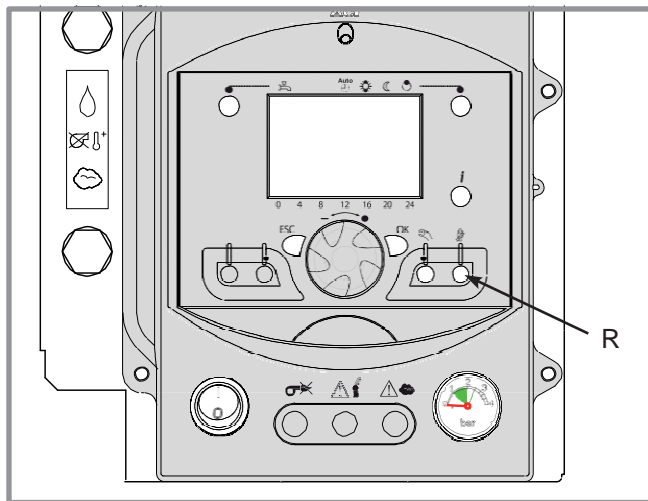

Figura 32 - Quadro di comando e regolazione
- Attivare la funzione "spazzacamino" (premere: rif. R figura 32)